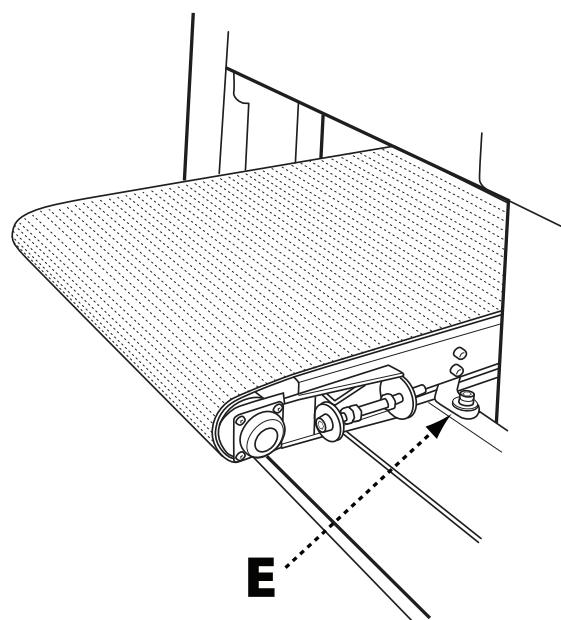

FIG. 10
4. Quite el protector frontal (D) deslizándolo hacia adelante.
5. Ubique y quite los cuatro tornillos con cabeza allen de 6 mm (E) que están asegurando la mesa de alimentación a la base. Consulte la Fig. 10.